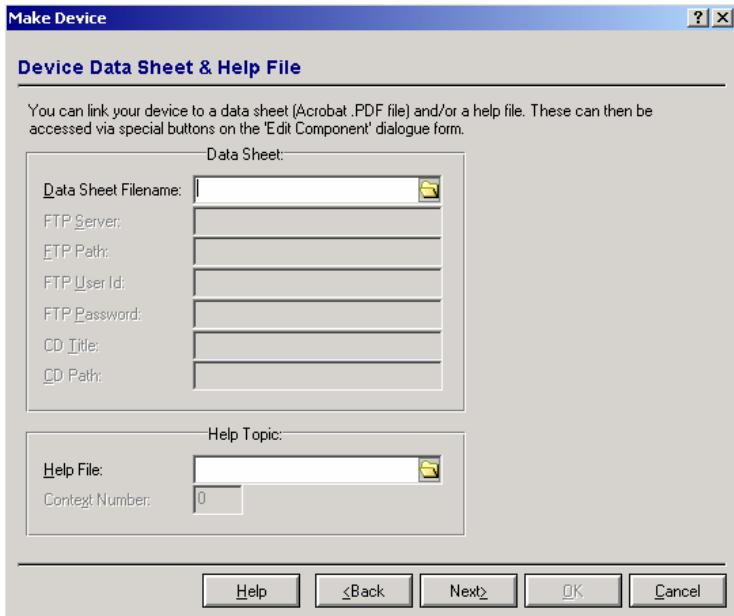

Figura 53: Janela Make Device para definição do Device Data Sheet & Help File.
10. Na janela **Device Data Sheet & Held Fill**, figura 53, configure as informações: